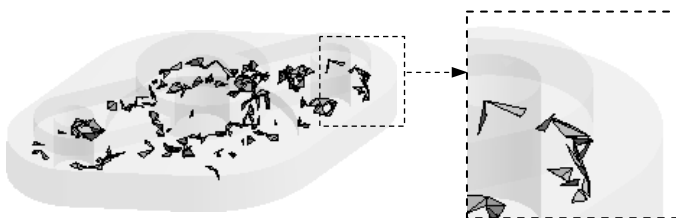

图 5.4.3 四面体单元
- ◆ **Tet10** 图例：表示 10 单元节点的四面体单元，单击图表中对应颜色的柱状图，在图形区显示所有的四面体单元，如图 5.4.3 所示。